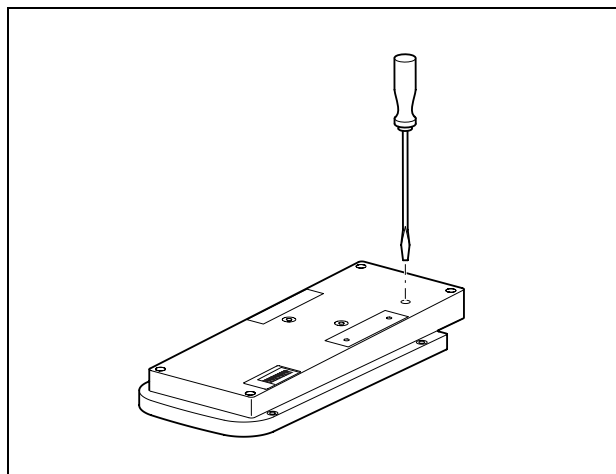

рисунок 5.1: Настройка значения выходной громкости
- 1 С помощью отвертки настройте уровень громкости выходного сигнала станции вызова. Поверните по часовой стрелке, чтобы увеличить громкость, или против часовой стрелки, чтобы уменьшить громкость выходного сигнала. см. рисунок 5.1.